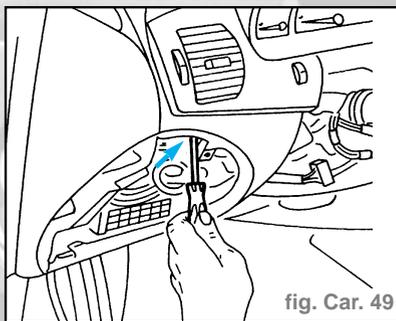

fig. Car. 49
- Dévisser la vis située à l'intérieur (fig. Car. 49).